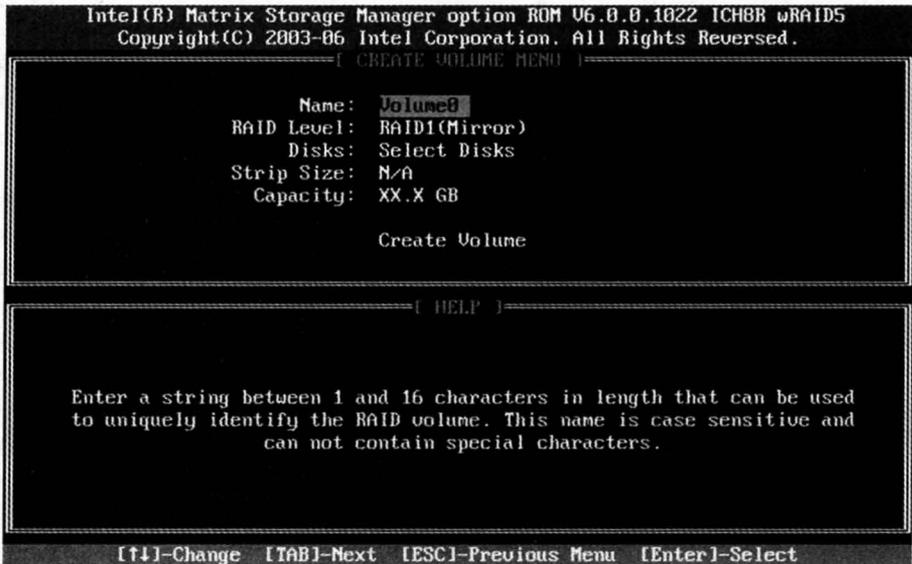

Рис. 5.3. Создание нового массива в программе Intel (R) Matrix Storage Manager option ROM
4. Чтобы создать новый массив, выберите в меню пункт **Create RAID Volume** и нажмите **Enter**. После этого появится экран, где нужно будет указать параметры создаваемого RAID-массива (рис. 5.3).